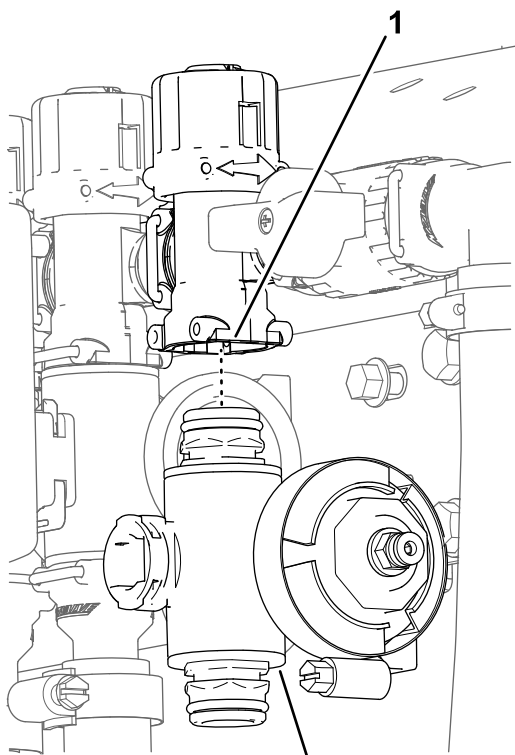

Figura 116
3. Retire el distribuidor de la válvula de sección de la máquina (Figura 116).